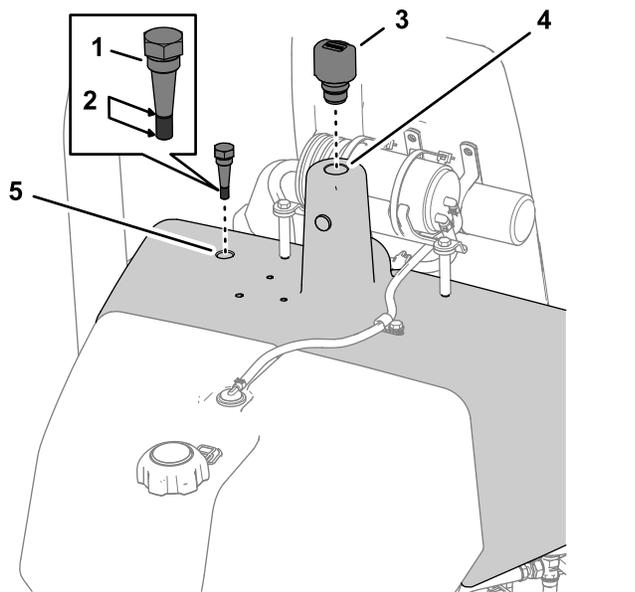

Рисунок 49
3. Выверните масломерный щуп, расположенный в верхней части гидравлического бака, протрите его дочиста, еще раз вставьте в бак и затем снова выньте из бака (Рисунок 49).
4. Если на масломерном щупе нет масла, снимите крышку заливной горловины гидравлического бака (Рисунок 49) и
5. Вставьте масломерный щуп и сапун в гидравлический бак (Рисунок 49).